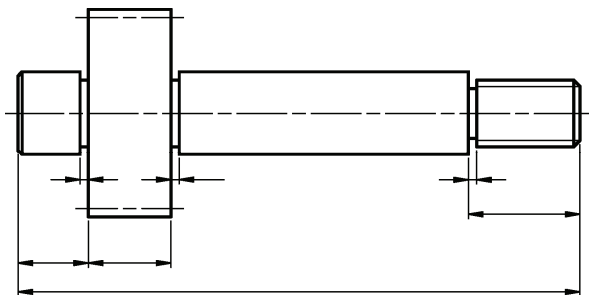

图 1-22 综合法标注尺寸的零件图
③ 综合法。是链状法与坐标法的综合，标注零件的尺寸多用综合法，如图 1-22 所示。